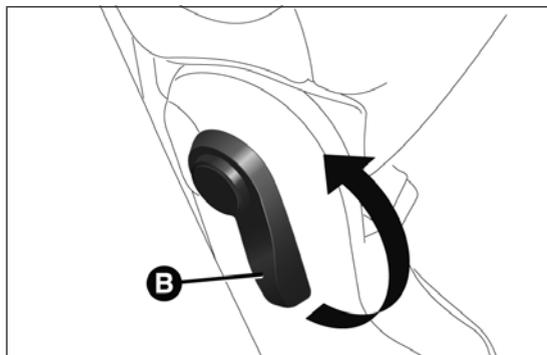
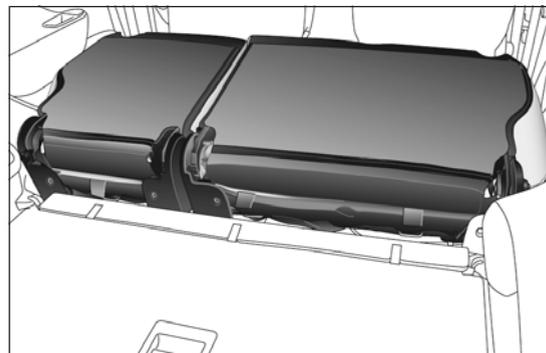

fig. 88
fig. 89
- soulever le levier B fig. 88 pour rabattre le dossier (voir fig. 89).
Pour ramener le dossier dans la position d'utilisation normale, soulever le levier B fig. 88 puis soulever le dossier.
Pour ramener le dossier dans la position d'utilisation normale, soulever le levier B fig. 88 puis soulever le dossier jusqu'à atteindre la position d'accrochage verticale.